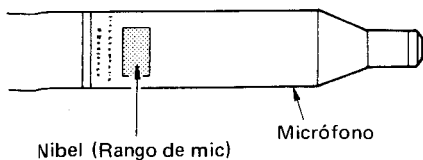

Fig. 1
- 1) Comprobar el rango de micrófono. (Fig. 1)